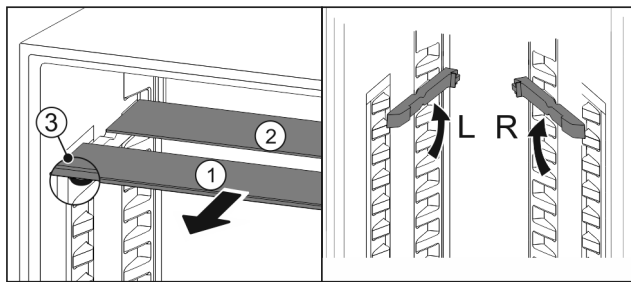

Fig. 168
- Izvucite Fig. 168 (1) staklene ploče jednu po jednu prema naprijed.
- Staklena ploča Fig. 168 (1) s ukrasnom letvicom nalazi se srijeda.
- Zaustavljači Fig. 168 (3) su usmjereni prema dolje.